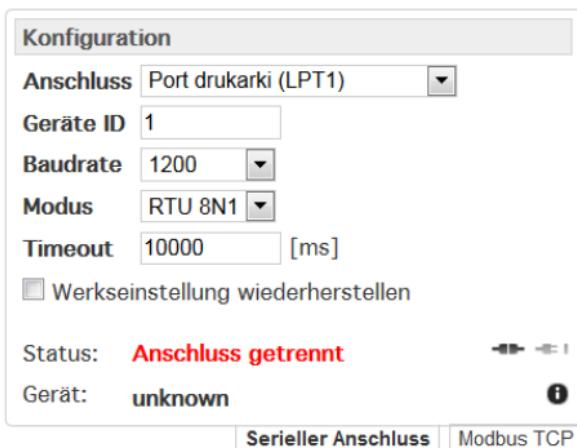

Abb. 7. Konfiguration der Verbindung vom Messgerät N20.
- a) Anzeigefarbe des Messwertes. **Upper colour**, **middle colour**, **Lower colour** Der Anzeigebereich ist in drei Zonen unterteilt, die durch die Werte KpL und KpH (unterer Grenzwert KpL und oberer Grenzwert KpH - Abb. 7) unterteilt werden. Für jede Zone die Farbe der angezeigten Messwerte wird aus den drei verfügbaren Farben Grün, Orange und Rot gewählt. Die Werte KpL und KpH werden vom Benutzer eingestellt und betreffen die angezeigten Werte. Die Werkeinstellung des Wertes KpL entspricht 100% des Nennwertes und KpH entspricht 105% des Nennwertes, z.B.: für Anzeigegerät in Ausführung 10 V entsprechend: für KpL - 10 V und für KpH - 10,5 V.